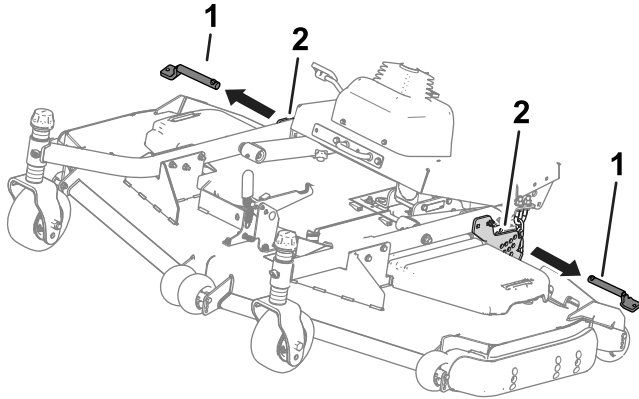

Bild 38
4. Entfernen Sie die Splinte von den Schnitthöhenplatten (**Bild 38**).